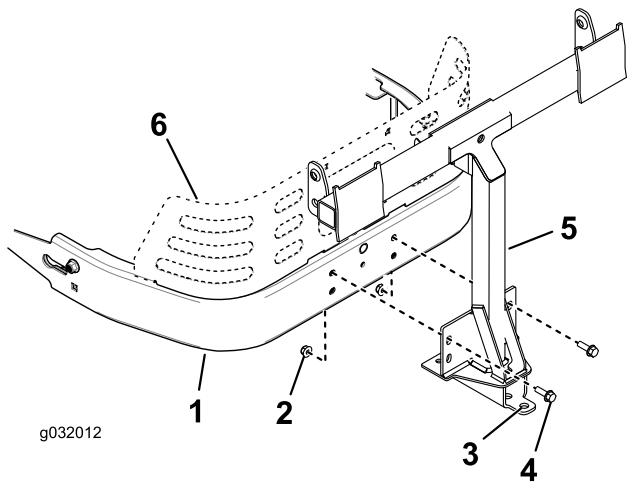

Figure 6
1. Montez le cadre pivotant à la machine comme montré à la Figure 6. Fixez le cadre pivotant à la machine au moyen de 2 boulons (5/16 x 1 po) et 2 contre-écrous (5/16 po).